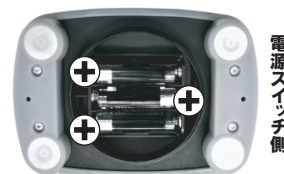

図1
- ①盗難防止フックを取付けたい側の製品底面(矢印部2ヶ所)のネジを外し、本体足を取り外します。(図1)
(図1) (図2)
- ①製品底面の電池キャップを反時計回りに回して、取り外します。
- ②電池ホルダーへ電池の極性に注意して、電池を差し込みます。(図1)
- ③電池キャップを時計回りに回して締めます。